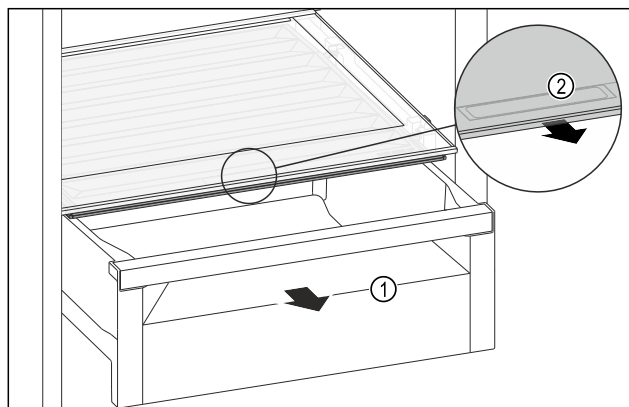

Fig. 168
- Витягніть висувний ящик Fig. 168 (1).
- Візьміться за потайну ручку Fig. 168 (2) на кришці відділення й одночасно потягніть кришку відділення вперед.